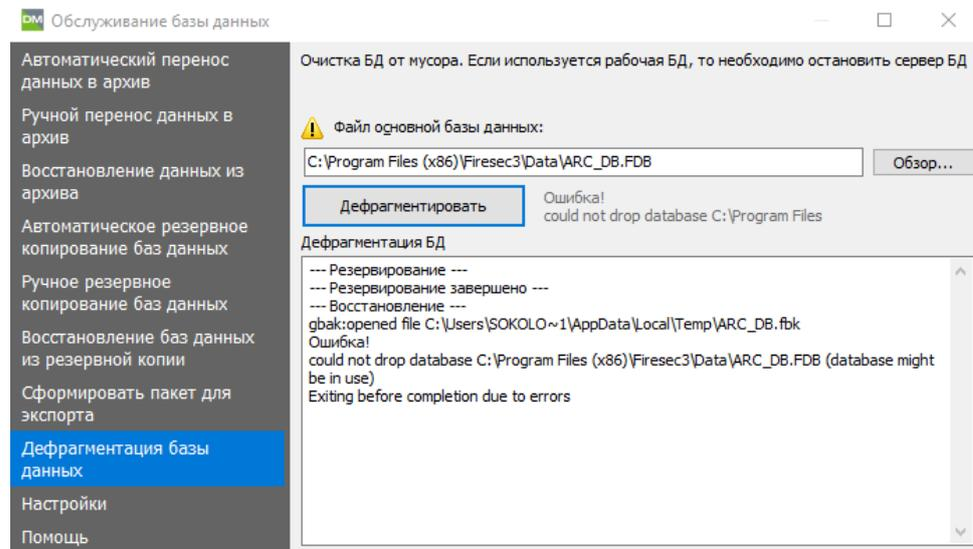

Рисунок 27.13 – Вкладка Дефрагментация базы данных
- 1) Перейти на вкладку **Дефрагментация базы данных** (рисунок 27.13).